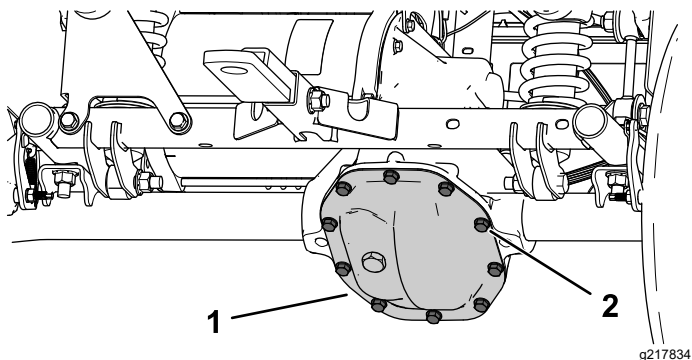

Figura 48
2. Rimuovete i bulloni dalla protezione del transaxle e spurgate completamente il fluido (Figura 48).
1. Allineate una bacinella di spurgo sotto la protezione del transaxle (Figura 48).